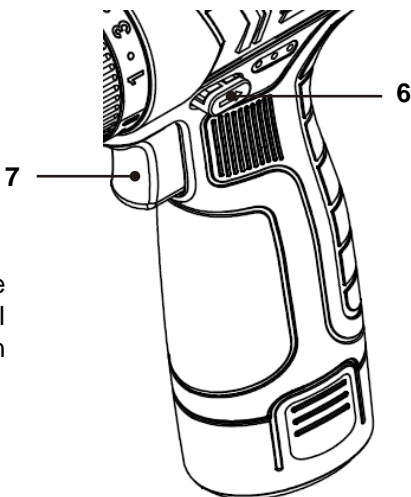

Fig. 14
- > Asegúrese de que el control de giro avance/retroceso (6) no está en la posición central de bloqueo.
- > Encienda el producto presionando el interruptor de encendido/apagado (7) (Fig. 14).
- > Apague el producto soltando el interruptor de encendido/apagado (7) (Fig. 14).